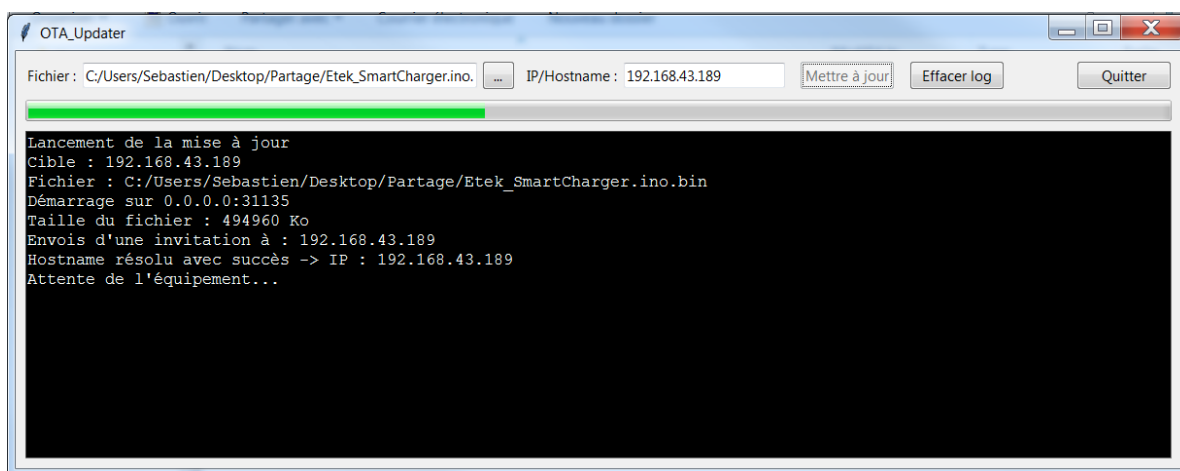

Figure 14 : Mise à jour du ET3K_SmartCharger_vx.bin par OTA_Updater.exe
5. Toujours à partir du logiciel **OTA_Updater.exe** (fig.14):